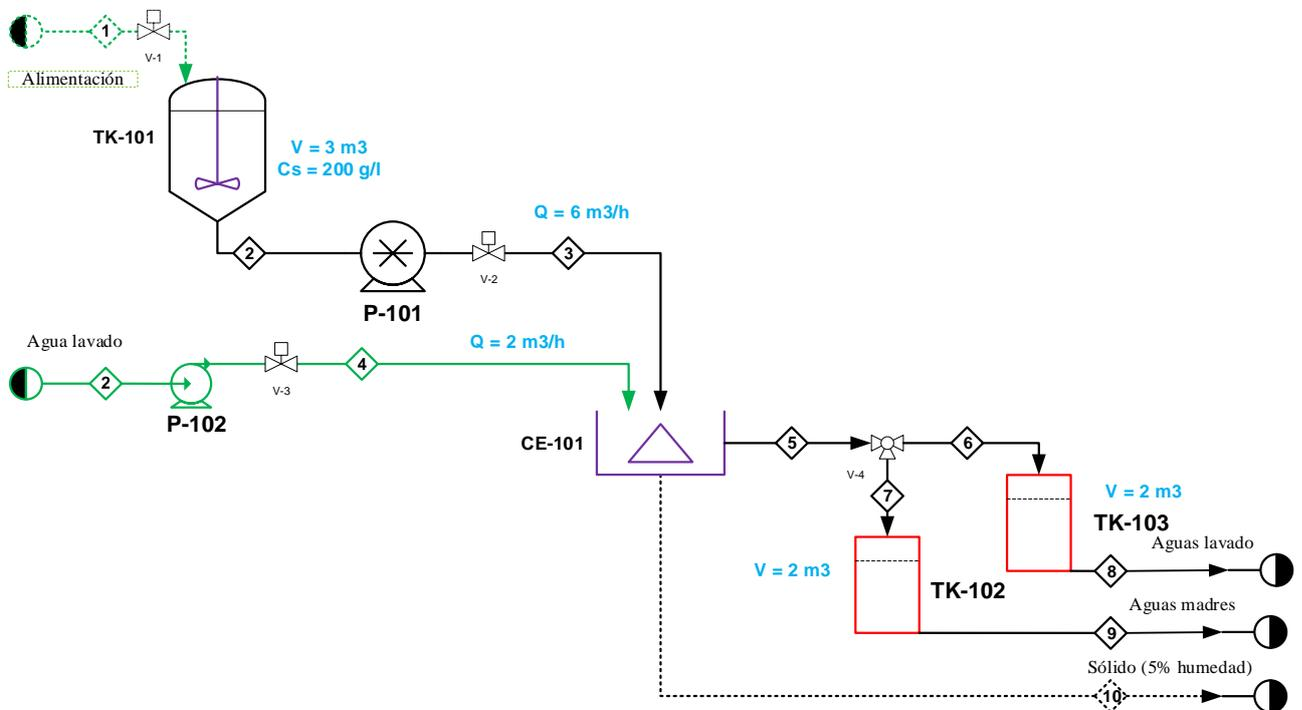

Figura 2: Sistema de separación de sólidos mediante centrifuga.
10. En la Figura 2 se muestra un sistema de separación sólido-líquido que utiliza una centrífuga de eje vertical tipo *Peeler* (CE-101). La capacidad máxima de la centrífuga es 200 kg por lote, la velocidad máxima es 1.200 rpm. A la centrífuga se alimenta una suspensión que contiene una concentración de sólidos de 200 g/l. La suspensión está en un tanque agitado que tiene un volumen de 3 m³. El caudal de alimentación a la centrífuga es 6 m³/h. El caudal de lavado del producto es 2 m³/h. Las aguas madres (densidad 1,15 kg/l) se reciben en tanque TK-102 y las aguas de lavado de reciben en un tanque TK-103 ambos de 2 m³.